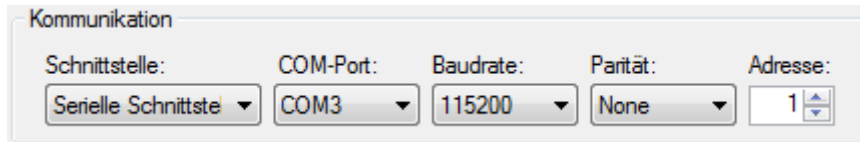

Abbildung 3: Serielle Schnittstelle
- Serielle Schnittstelle (z.B. RS485): Wählen Sie den COM-Port, Baudrate und Parität für das Gerät. Geben Sie auch die BUS-Adresse (=Adresse der Steuerplatine) an. Siehe Abbildung 3.